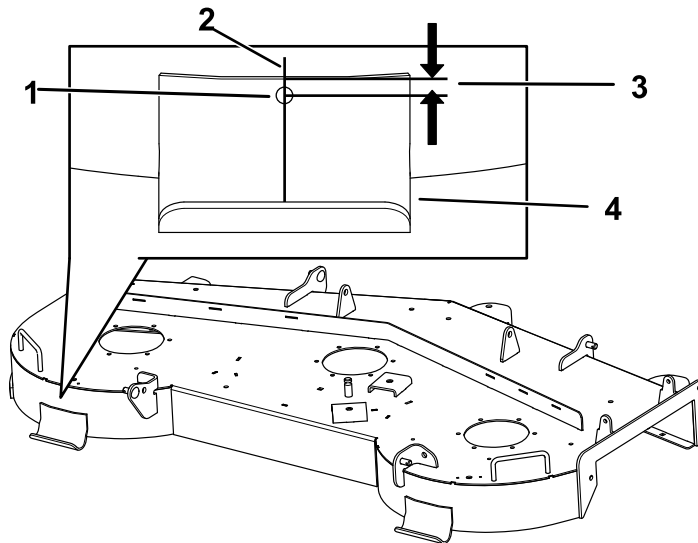

Figura 1
Mida 9.5 mm ($\frac{3}{8}$ ") desde la superficie superior del patín izquierdo, en la línea central, y haga una señal (Figura 1).
2. Taladre en la posición marcada usando una broca de 9/32" (Figura 1).